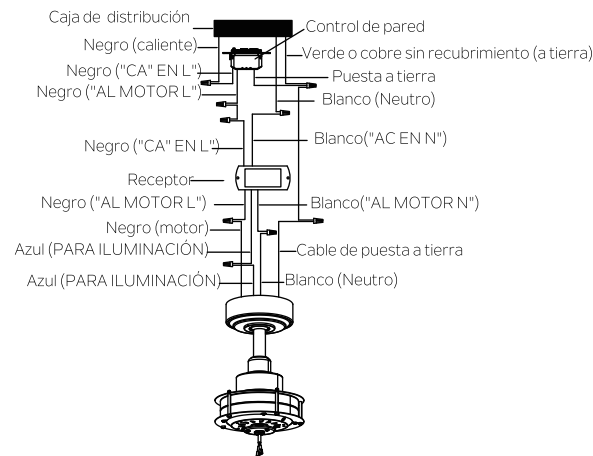

Fig. 13
Paso 2. Conexiones eléctricas del motor al receptor: Conecte el cable NEGRO del ventilador al cable NEGRO marcado como "AL MOTOR L" desde el receptor. Conecte el cable BLANCO del ventilador al cable BLANCO marcado como "AL MOTOR N" del receptor. Conecte el cable AZUL del ventilador al cable AZUL marcado como "PARA ILUMINACIÓN " del receptor. Asegure todas las conexiones de cables con los conectores plásticos proporcionados. (Fig. 13)
Paso 3. Conexiones eléctricas del receptor remoto a la caja de distribución eléctrica: Conecte el cable NEGRO (caliente) del cielorraso al cable NEGRO marcado como "CA EN L" del control de pared. Conecte el cable BLANCO (neutro) del cielorraso al cable BLANCO marcado como "CA EN N" del receptor. Conecte el cable NEGRO (Al Motor L) del control de pared al cable NEGRO marcado como "CA EN L" del receptor. Asegure las conexiones de cables con los conectores plásticos proporcionados. (Fig. 13)
Paso 4. Si su caja de distribución eléctrica tiene un cable de puesta a tierra (verde o cobre sin recubrimiento), conéctelo a los cables de puesta a tierra del ventilador; en caso contrario, conecte el cable de puesta a tierra del ventilador al soporte de montaje. Asegure las conexiones de cables con los conectores plásticos proporcionados. Después de conectar los cables, sepárelos de manera que el cable verde y el cable blanco estén de un costado de la caja de distribución eléctrica y el cable negro y azul estén del otro costado. (Fig. 13)